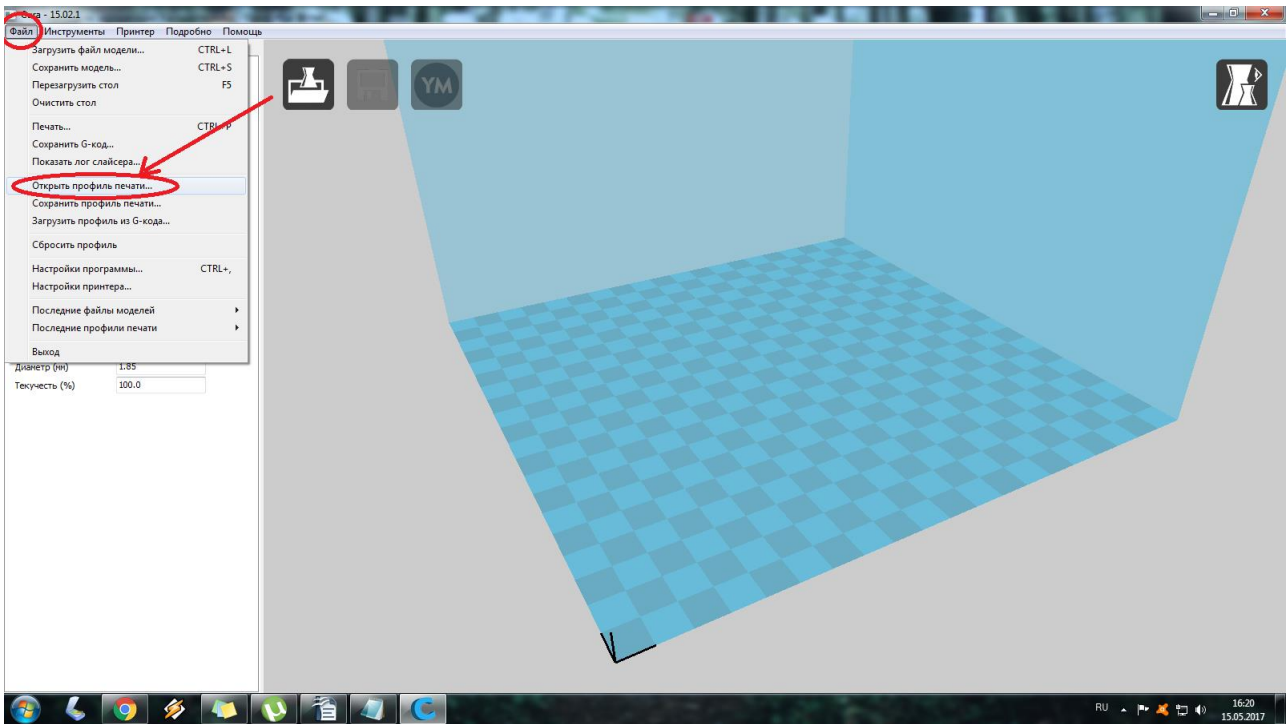

Рисунок 21. «Файл»>>«Открыть профиль печати»
20) В программе «Cura» нажмите «Файл»>>«Открыть профиль печати», рисунок 21